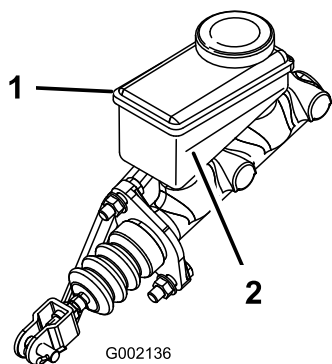

Figura 56
3. Osservate la linea del livello del fluido sul lato del serbatoio (Figura 56).
- B. Aggiungete il fluido dei freni DOT 3 al serbatoio, in modo che il livello del fluido sia superiore alla linea del minimo (Figura 56).